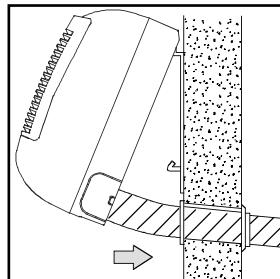

Fig.5
**N.B.:** Pour faciliter l'opération de fixation de l'unité sur la plaque, tenir la partie inférieure de l'unité soulevée, puis l'abaisser dans la position perpendiculaire en accompagnant la gaine (Fig.5).